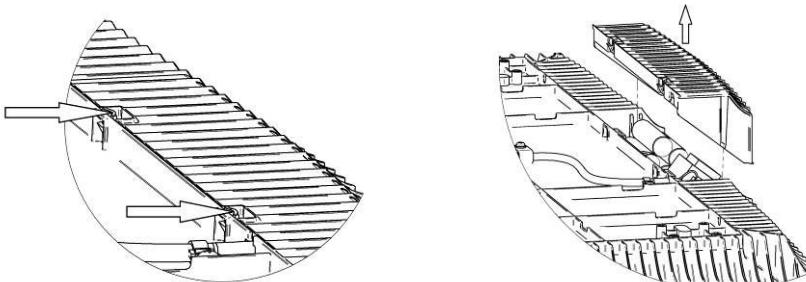

Рисунок 3 Снятие декоративной крышки драйверного отсека
5.5 Для снятия декоративной крышки аккумуляторного отсека необходимо нажав на фиксаторы потянуть крышку вверх (см. рис. 3)